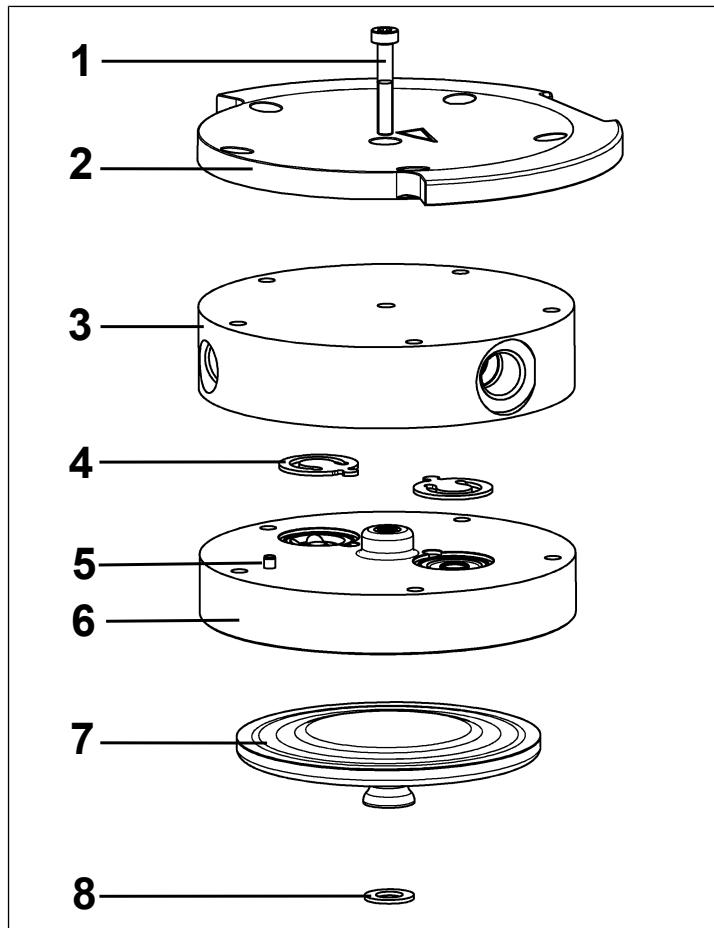

Fig.12: Tête de pompe (pompe représentée N820)
**i** Laissez tout d'abord les deux vis intérieures de la tête (1/ Fig. 12) bien serrées à ce stade.
**i** Sauf indication contraire, les numéros de position suivants se réfèrent à la Fig. 12.